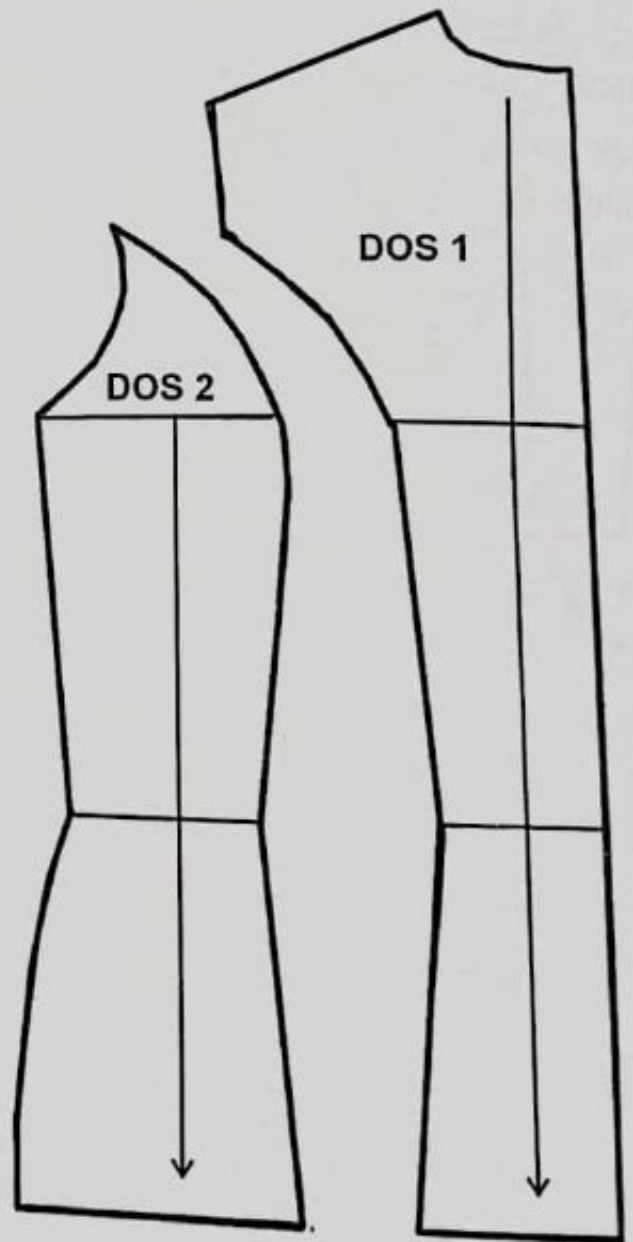

FIG. 5
- 4) Séparez les 2 découpes du dos (fig.5) et ajoutez 1 cm valeur de couture.